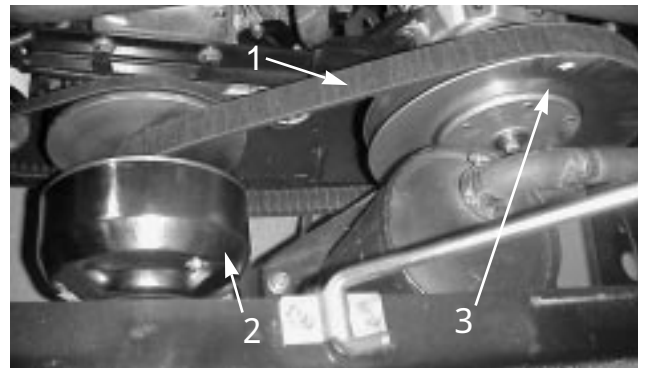

図 37
1. 2次クラッチ（図37）に掛かっているベルトを外す。
2. 1次クラッチ（図37）からもベルトを外す。